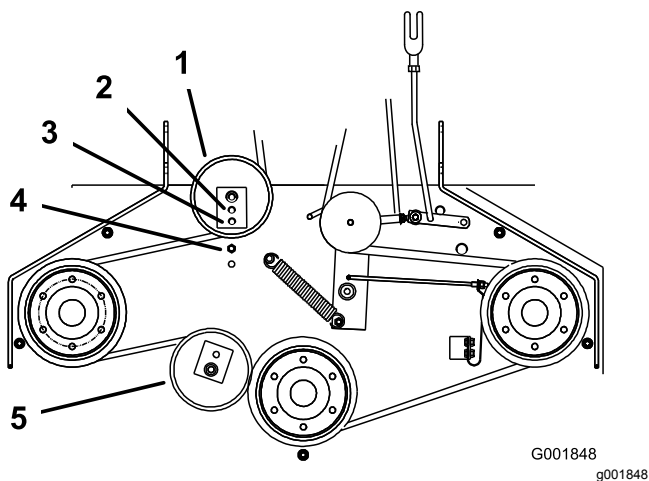

Figura 47
6. Se não for possível ajustar no tensor e a correia ainda estiver solta, posicione a polia intermédia traseira a meio do orifício dianteiro (Figura 47). Utilize o orifício que permite o ajuste correto.
7. Quando a polia intermédia é deslocada, a guia da correia tem de ser deslocada. Desloque a guia da correia para a posição dianteira (Figura 47).